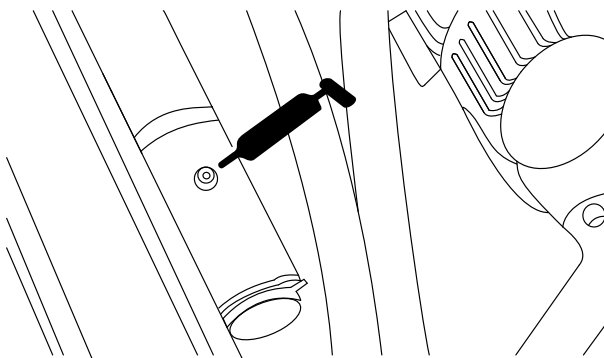

Рисунок 39
- Ось поворота заднего цилиндра подъема (2 шт.) (Рисунок 39)